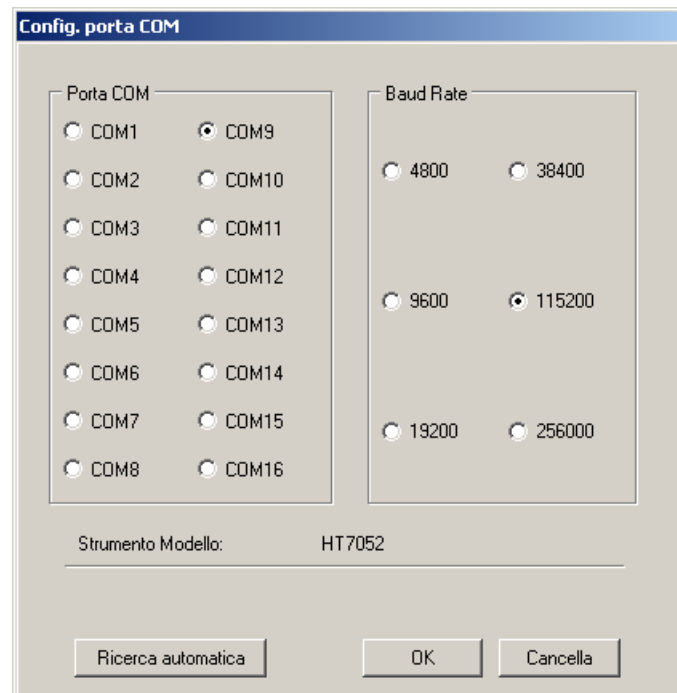

Fig. 49: Connexion de l'instrument au PC
8. Sélectionner la commande «**Config** → **Porta COM...**» et cliquer sur la touche «Ricerca automatica» (Recherche automatique) pour vérifier la reconnaissance de l'instrument par le PC (voir Fig. 49)